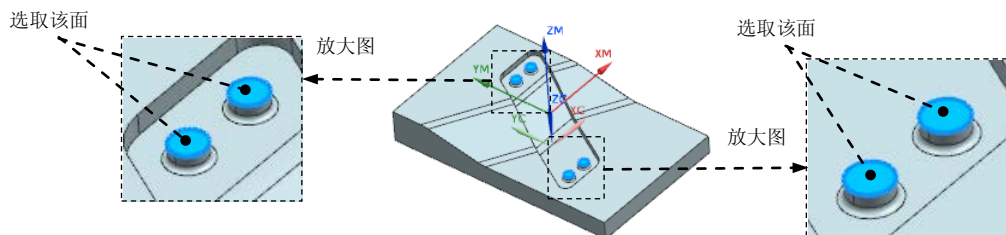

图 14.22 选取切削区域
Step1. 单击 **指定切削区域** 右侧的  按钮，选取图 14.22 所示的面为切削区域（共 4 个）。